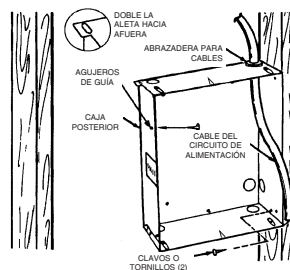

Figura 1
1. Determine cuál de los lados de la caja posterior va a montarse contra un travesaño, y doble las aletas de los ángulos posteriores 90° hacia afuera, de manera que la caja quede escuadrada con el travesaño después de la instalación. (Vea la Figura 1).
3. Posicione la caja posterior contra un lado de los travesaños, y asegúrela mediante clavos o tornillos, como se muestra en la Figura 1.
**NOTA:** en los lados de la caja posterior se han provisto agujeros de guía para tornillos para chapa n.º 8. Después de haber terminado la pared o el cielorraso, inserte un tornillo para chapa M4 (n.º 8) (longitud recomendada: 1" / 25 mm) a través del lado de la caja que no está montado en el travesaño. Esto impedirá que la caja salga hacia afuera cuando se instale el conjunto de calefactor. (Vea la Figura 1).